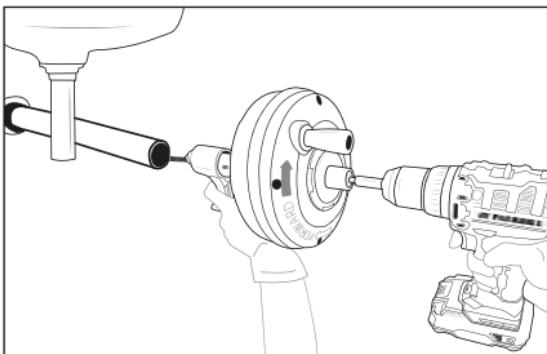

Abb. 3
- 8) Überprüfen Sie, ob das Gerät im Abstand von höchstens 10 cm zur Abflussöffnung gehalten werden kann. Ein größerer Abstand zur Abflussöffnung erhöht das Risiko, dass die Spirale 8 sich verdreht oder knickt. Sollte der Abstand größer sein, muss die Abflussöffnung mit Rohren und Anschlüssen gleicher Größe verlängert werden, sodass das Gerät maximal 10 cm vor der Abflussöffnung platziert werden kann (siehe Abb. 3). Wenn die Spirale 8 unzureichend abgestützt wird, kann sie knicken, sich drehen und beschädigt werden oder den Bediener verletzen.
- 5) Vergewissern Sie sich, dass sich das Gerät in einem Abstand von höchstens 10 cm zu Abflussöffnung befindet. Halten Sie diesen Abstand während des Reinigungsvorgangs ein. Dadurch wird ein Verdrehen und Knicken der Spirale ❸ vermieden.
- 6) Lassen Sie eine Hand am Handgriff ❸/Auslöser ❶ des Gerätes und die andere am Griff der Bohrmaschine oder an der Kurbel ❹.
- 7) Drehen Sie die Trommel ❷ im Uhrzeigersinn (sichtbar am Pfeil auf der Rückseite der Trommel ❷, siehe Abb. 3) und drücken Sie den Auslöser ❶. Durch die Betätigung des Auslösers ❶ wird die Spirale ❸ in den Abfluss geführt. Sie können die Spirale ❸ auch schnell vorschieben und zurückziehen, indem Sie sie von Hand aus der Trommel ❷ ziehen bzw. hineinschieben.
- 8) Bewegen Sie die Spirale ❸ weiter vorwärts, bis Sie auf Widerstand stoßen. Bewegen Sie die Spirale ❸ vorsichtig durch die Verstopfung. Bewegen Sie die Spirale ❸ dabei nicht gewaltsam vorwärts. Die Spirale ❸ reinigt den Abfluss nicht, wenn sie sich nicht dreht.